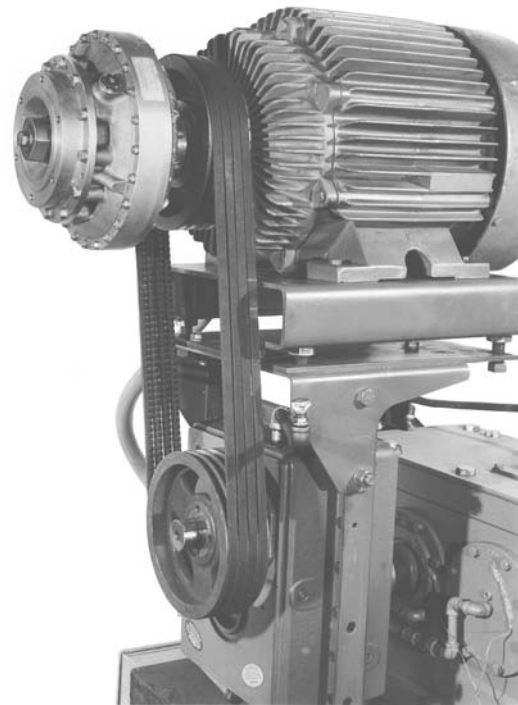

Figura 6
**PRECAUCION:** Asegúrese de que hay un claro suficiente entre los tornillos de la polea y el equipo motriz o el equipo accionado, figura 6.